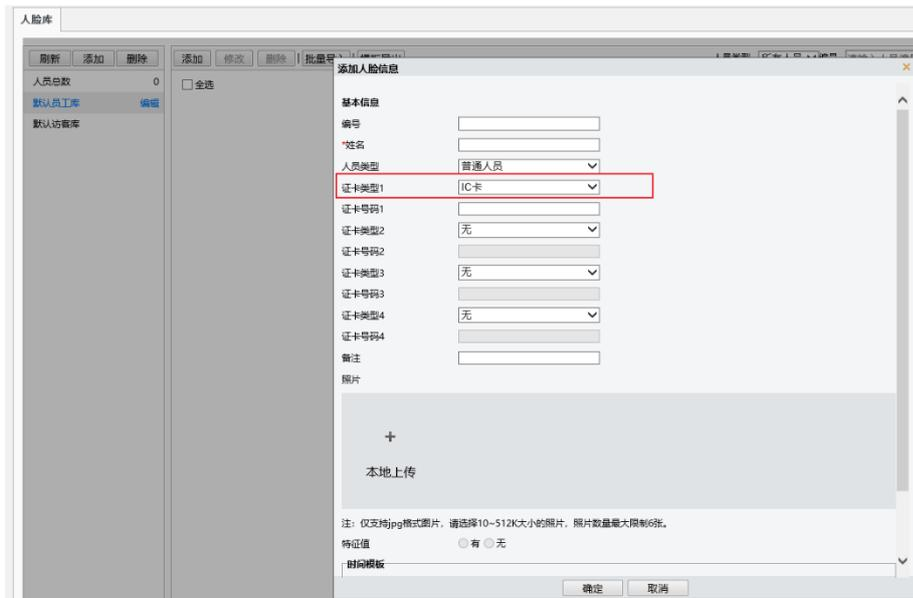

图4.2-3 门禁web设置
5. 进入<智能监控>--<人脸库>，点击添加人员，再添加人员界面填写相关信息，证卡类型选择“IC卡”，并输入需要刷卡的 IC 卡号，点击<确定>，此时在门禁刷卡区域和连接的读卡器上刷卡，会提示识别成功，实现开门。如图 4.2-3 所示。